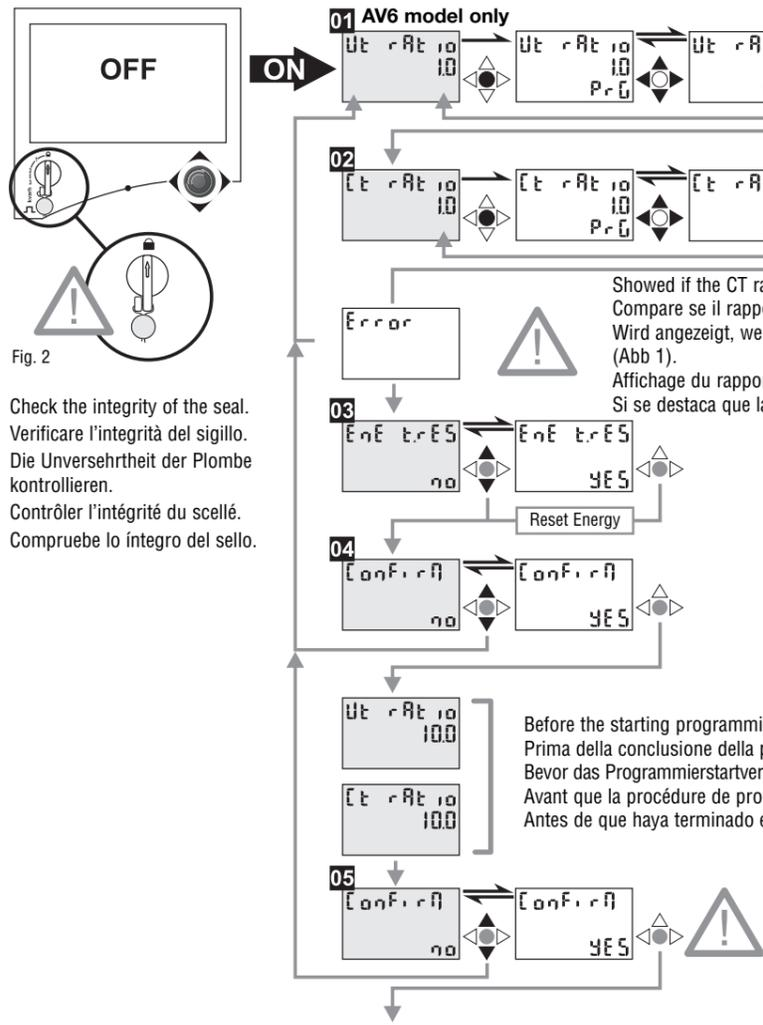

Fig. 2
The certified and sealed instrument needs a preliminary programming of the CT ratio relevant to the plant where the EM26 will be mounted. THIS SPECIFIC PROGRAMMING HAS TO BE DONE ONLY ONCE AT THE FIRST SWITCHING ON OF THE INSTRUMENT. At the end of this first programming procedure the CT/VT ratios can be modified only by the certifying body with a complete restore of the instrument. **BEFORE TO SWITCHING ON THE INSTRUMENT AND PROCEEDING WITH THE "MID STARTING PROCEDURE", CHECK THE INTEGRITY OF THE SEAL AFFIXED BY THE CERTIFICATION BODY** (fig 2).
Lo strumento sigillato e certificato MID richiede come prima programmazione l'impostazione del rapporto TA dell'impianto al quale lo strumento EM26 sarà abbinato. QUESTA PROGRAMMAZIONE SI ESEGUE UNA SOLA VOLTA ALLA PRIMA ACCENSIONE DELLO STRUMENTO. Una volta conclusa questa procedura preliminare il valore TA/TV non sarà più modificabile se non rompendo il sigillo con conseguente ripristino dello strumento dall'ente certificatore preposto. **PRIMA DI ACCENDERE LO STRUMENTO E PROCEDERE CON LA PROGRAMMAZIONE PRELIMINARE MID, VERIFICARE L'INTEGRITÀ DEL SIGILLO APPOSTO DALL'ENTE PREPOSTO** (fig 2).
L'instrument certifié et plombé a besoin d'une programmation préliminaire du rapport TC pertinente à l'équipement où l'EM26 sera monté. CETTE PROGRAMMATION SPÉCIFIQUE DOIT ÊTRE EFFECTUÉE UNE SEULE FOIS LORS DU PREMIER ALLUMAGE DE L'INSTRUMENT. Au terme de cette première procédure de programmation le rapport TC/TT peut être modifié uniquement par l'organisme de certification avec une restauration complète de l'instrument. **AVANT D'ALLUMER L'INSTRUMENT ET DE PROCÉDER À LA "PROCÉDURE DE DÉMARRAGE MID", CONTRÔLER L'INTÉGRITÉ DU SCELLÉ APPOSÉ PAR L'ORGANISME DE CERTIFICATION** (fig 2).
sólo puede ser modificada por la entidad de certificación por medio de una completa reposición del instrumento. **ANTES DE ENCENDER EL INSTRUMENTO Y PROCEDER CON EL "PROCEDIMIENTO DE INICIO MID", COMPRUEBE LO ÍNTEGRO DEL SELLO PEGADO POR LA ENTIDAD DE CERTIFICACIÓN** (fig 2).
06 SELEctor: sélection de la page des variables à associer à la position du sélecteur frontal (fig. 2); SELEC. 1 (2, 3, LoC): sélectionnez la position du sélecteur (1, 2, 3 o ); PA.1 (36): sélectionnez le numéro de la page à afficher (de No. 1 à 36 voir Tab. 3). Si la page relative à la position du sélecteur n'est pas disponible pour l'application demandée, l'appareil affiche la première page disponible selon la liste de tableau 3.
06 SELEctor: ermöglicht die Auswahl der anzuzeigenden Messgrößenkombination (Seite) gemäß der Knopf-Position (siehe Fig.2); Select. 1 (2,3, LoC): wählt die Knopf-Position (1, 2, 3 od. ); PA.1 (36): wählt die anzuzeigende Seitenzahl (von Nr. 1 bis 31 siehe TAB 3). Ist die Seite bezüglich der aktuellen Position des Knopfes nicht verfügbar wird auf Basis der gewählten Applikation die erste verfügbare Seite gemäß Liste in Tab.3 angezeigt.